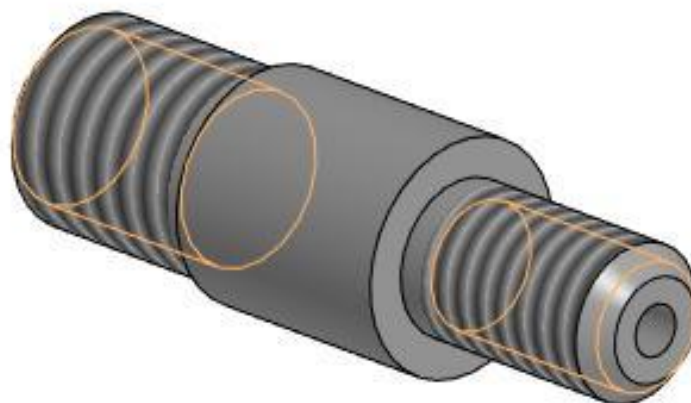

Рис. 2. Переходник М6/М8
1. По указанным данным, изготовьте переходник (Рис. 2 и чертеж).